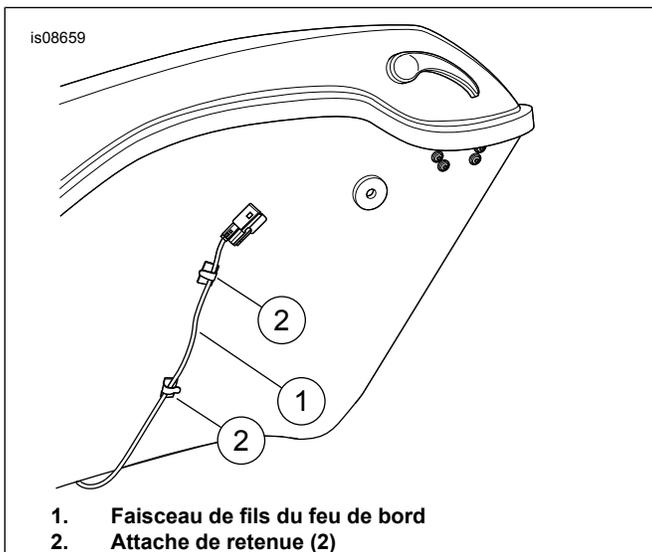

Figure 2. Conserver le faisceau de fils
13. Voir Figure 2. Incliner la sacoche vers l'extérieur pour accéder à sa paroi intérieure. Acheminer le faisceau de fils du feu de bord (1) vers l'avant de la moto. Éviter les points de pincement qui pourraient endommager le faisceau de fils. Fixer avec deux attaches de retenue (2).